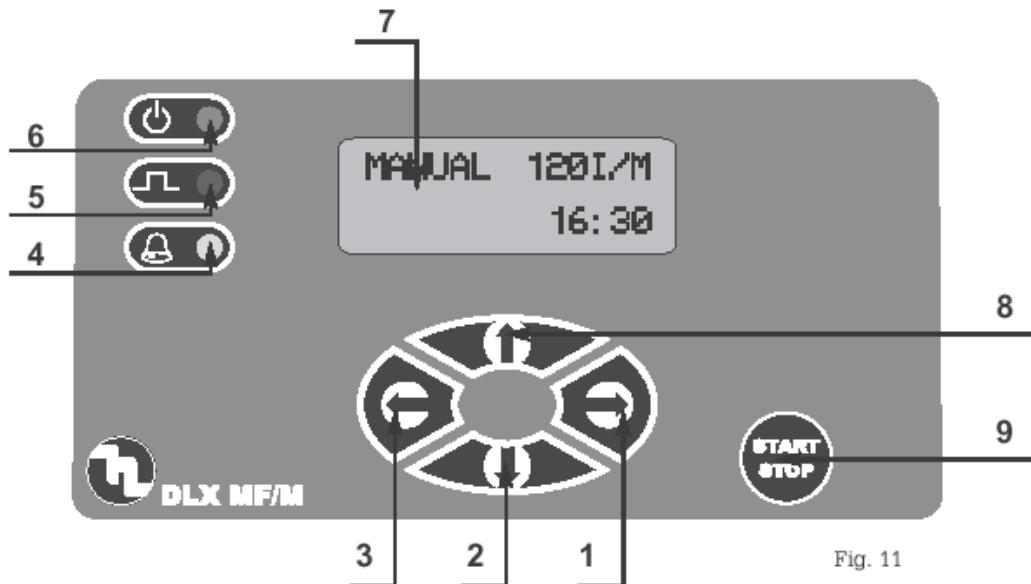

Fig. 11
6.1 - MANDOS (Fig. 11)
El sistema es robusto, por lo que no se producen averías graves. Eventualmente se pueden producir pérdidas de líquido de algún empalme o junta fijatubos sueltos, o con más frecuencia, de la rotura del tubo de eyección. Raramente se producen pérdidas a causa de la rotura de la membrana por desgaste o de su revestimiento de sujeción. Aún así, si se produjeran, dichos componentes se deben sustituir desmontando los cuatro tornillos del cuerpo de la bomba (Fig. 11), montándolos de nuevo y enroscándolos de modo uniforme. Una vez eliminada la pérdida, se debe limpiar la bomba dosificadora de eventuales residuos de aditivo que hayan quedado impregnados, ya que podrían agredir químicamente la bomba.